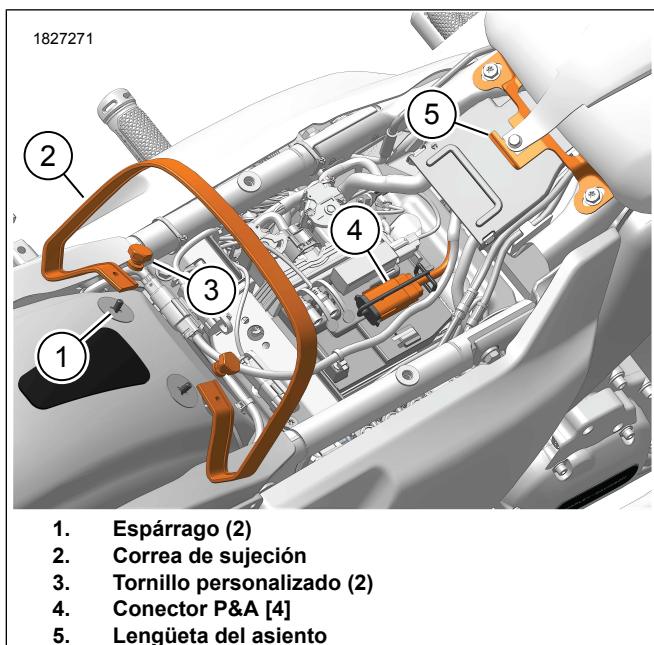

Figura 2. Ubicaciones de los componentes
1. Vea la Figura 2. Instale la **nueva** correa de sujeción.
- a. Instale la correa de agarre (2) a los pernos (1).
- b. Instale los tornillos personalizados (3).
3. Vea la Figura 2. Enchufe el conector del arnés de cables del asiento (5) al conector del accesorio P&A (4).
5. Vea la Figura 2. Inserte la parte trasera del asiento por la correa de agarre (2) hasta que la ranura de montaje del asiento (6, Figura 7) en la parte inferior delantera del asiento quede detrás de la lengüeta del asiento (5).
6. Vea la Figura 2. Deslice el asiento hacia adelante hasta que la lengüeta del asiento se acople totalmente a la ranura de montaje del asiento (5).